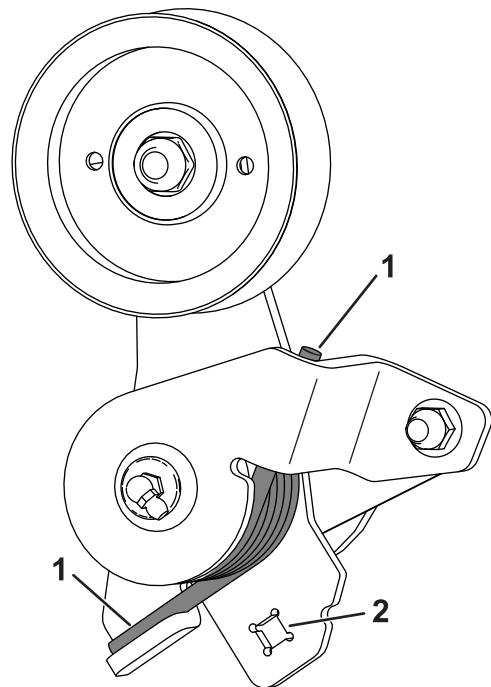

Рисунок 7
- 5. Вставив ключ на $\frac{3}{8}$ дюйма с храповым механизмом в квадратное отверстие в рычаге натяжного шкива, поверните рычаг натяжного шкива и установите ремень, проложив его вокруг натяжного шкива (Рисунок 7).